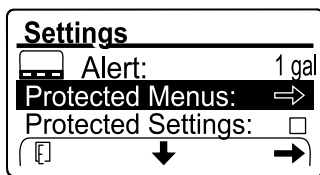

Figura 108
1. Introduzca el código PIN para la opción de PROTECTED MENUS (Menús protegidos) (Figura 108), consulte Acceso a los menús protegidos \(página 23\).